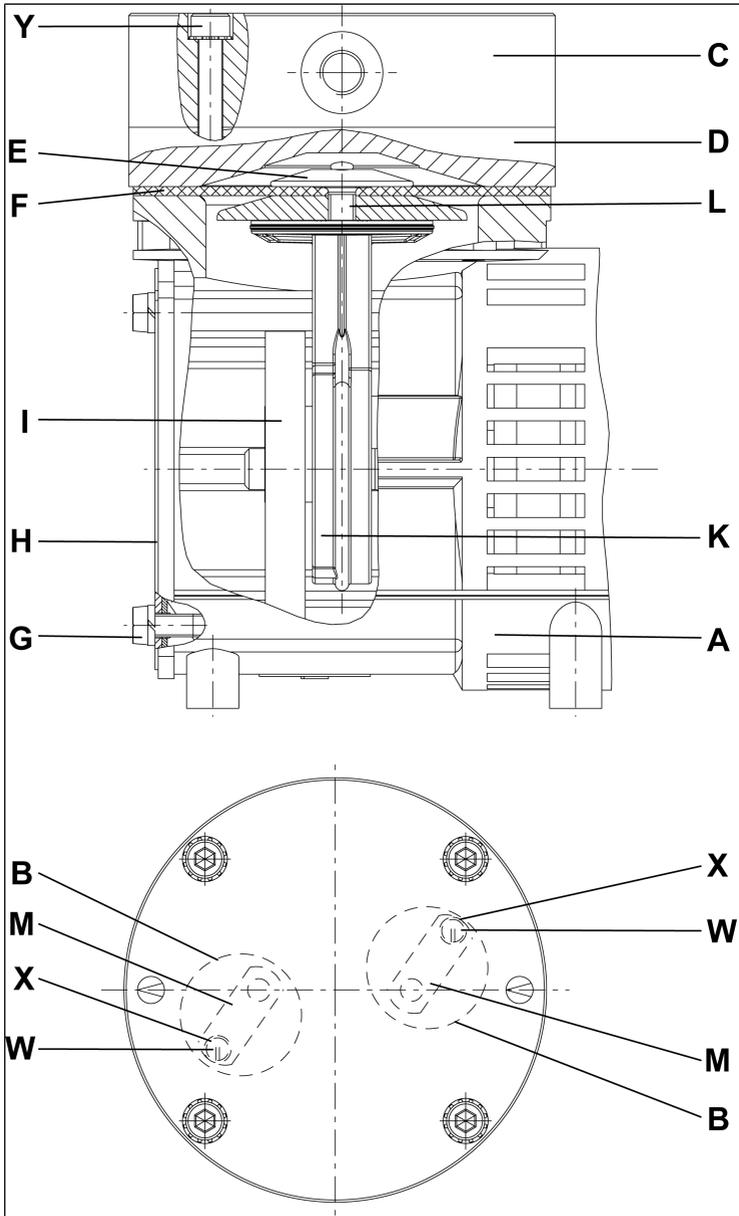

Abb.7: Pumpenteile für Pumpentypen mit glatten Köpfen und Ventilen (Edelstahl, symbolisch)
\*\*Nach Abb. 7
**i** Die folgenden Positionsnummern beziehen sich auf Abb. 7).